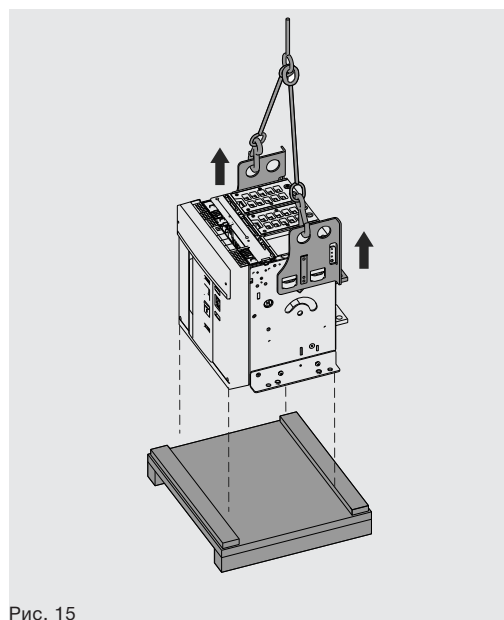

Рис. 15
1. Снять выключатель с основания упаковки при помощи подъемных пластин, входящих в комплект поставки. См. Рис. 15.